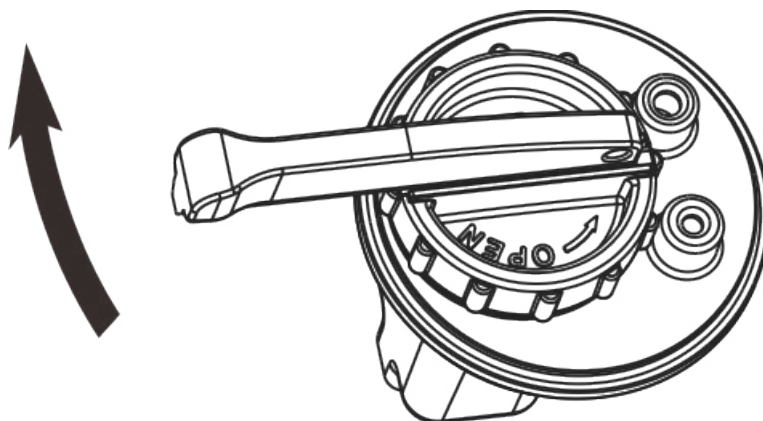

Fig.9 Serrage de la couverture à batterie
3. Installez la couverture du compartiment à pile. La couverture a une rondelle en caoutchouc intégrée. Serrez la couverture d'abord avec la main jusqu'à ce que vous sentiez que la rondelle est compactée, et utilisez la clé fournie pour continuer le serrage jusqu'à ce que vous ne pouvez plus tourner la clé afin de garantir l'étanchéité (Voir Fig. 9).